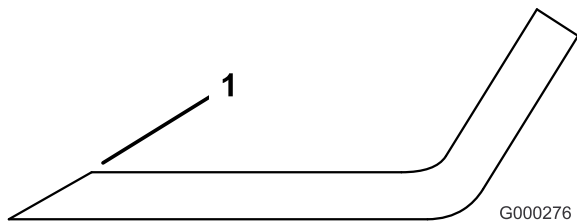

Figure 80
1. Au moyen d'une lime, affûtez les tranchants aux deux extrémités de la lame (Figure 80).